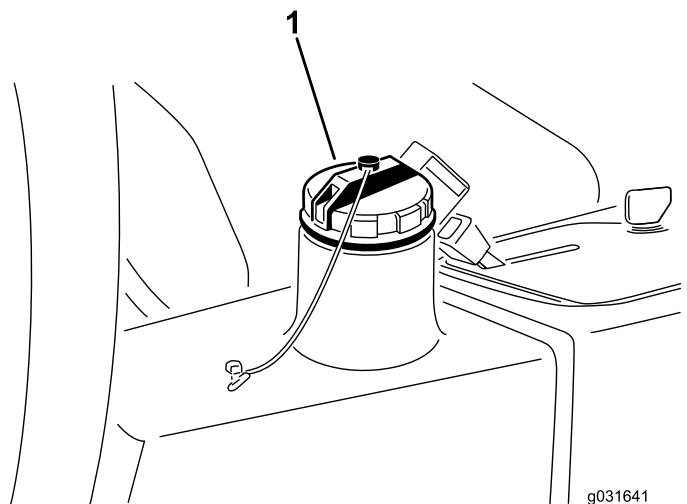

Figure 65
4. Versez environ 13,2 L (3,5 gal américains) de liquide hydraulique dans le réservoir (Figure 65); voir Spécifications du liquide hydraulique \(page 55\) et Contrôle du niveau de liquide hydraulique \(page 55\).